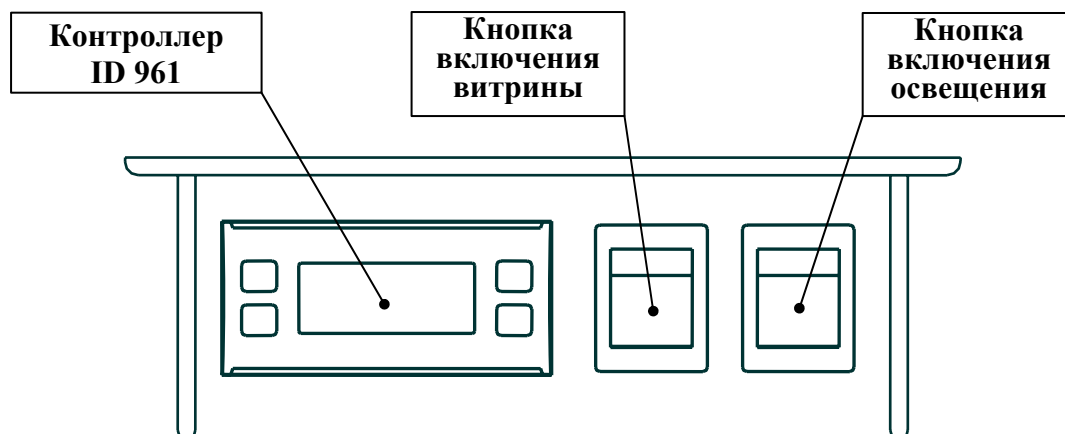

Рис. 2. Блок управления витрины «ДВИНА» ВС
- Электрическая система включает в себя блок управления, защитный автоматический выключатель и встроенный верхний светильник. На блоке управления находятся (см. рис. 2): выключатели питания и освещения, электронный регулятор (контроллер). Защитный автоматический выключатель располагается в подставке витрины.